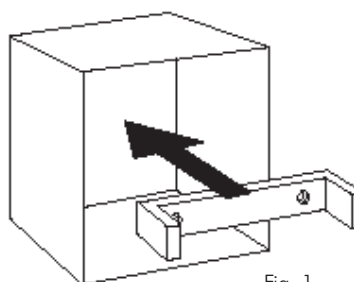

Fig. 1
- Visser la tige, par l'extrémité qui porte une entaille, dans l'un des orifices de la patte de fixation (voir figure 1).